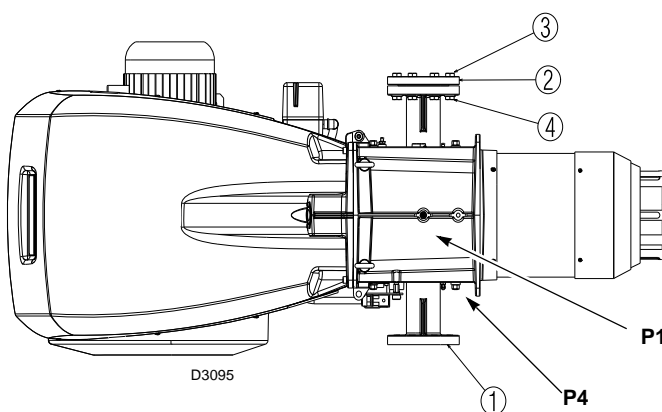

Abb. 22
Die Gasstrecke können mit dem Flansch 1)(Abb. 22) rechts am Brenner angebracht werden.
- P4 - Luftdruck am Flammkopf (Abb. 22)